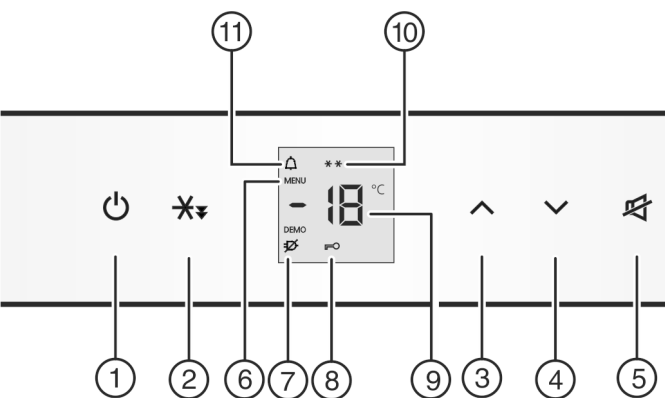

Fig. 2
- Appuyer sur la touche On/Off *Fig. 2 (1)*.
- Activer le mode de réglage : Appuyer sur la touche de congélation rapide *Fig. 2 (2)* pendant 5 s environ.
- Le symbole Menu *Fig. 2 (6)* est allumé.
- Appuyer brièvement sur la touche de congélation rapide *Fig. 2 (2)* pour confirmer.
- Pour activer la sécurité enfants, appuyer brièvement sur la touche de congélation rapide *Fig. 2 (2)*.
- Le symbole Sécurité enfants *Fig. 2 (8)* est allumé. L'affichage **c** clignote.
- Pour désactiver la sécurité enfants, appuyer brièvement sur la touche de congélation rapide *Fig. 2 (2)*.
- Le symbole Sécurité enfants *Fig. 2 (8)* s'éteint. L'affichage **c** clignote.
- Désactiver le mode de réglage : appuyer sur la touche On/Off *Fig. 2 (1)*.
L'affichage de la température clignote en même temps que le symbole Alarme *Fig. 2 (11)*.
L'avertisseur sonore s'éteint automatiquement et le symbole Alarme *Fig. 2 (11)* et l'affichage de température arrêtent de clignoter lorsque la température est de nouveau suffisamment froide.
- Augmenter la température : appuyer sur la touche de réglage Up Fig. 2 (3).
- Diminuer la température : appuyer sur la touche de réglage Down Fig. 2 (4).